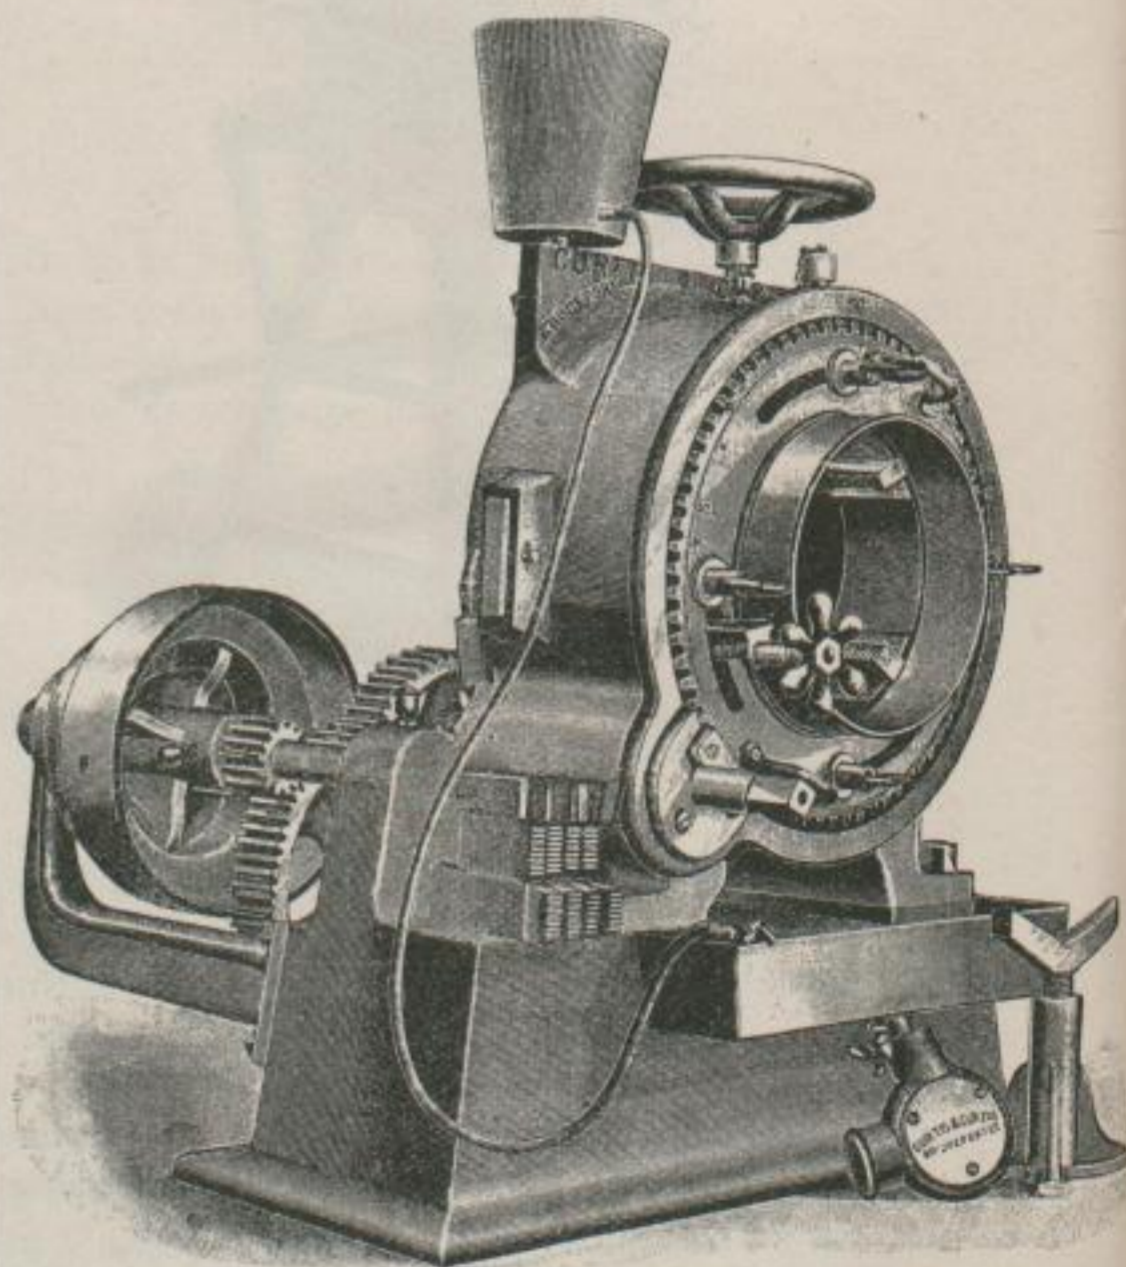

Fig. 40.
**Curtis' Rohrgewindeschneidmaschine. Fig. 40.**